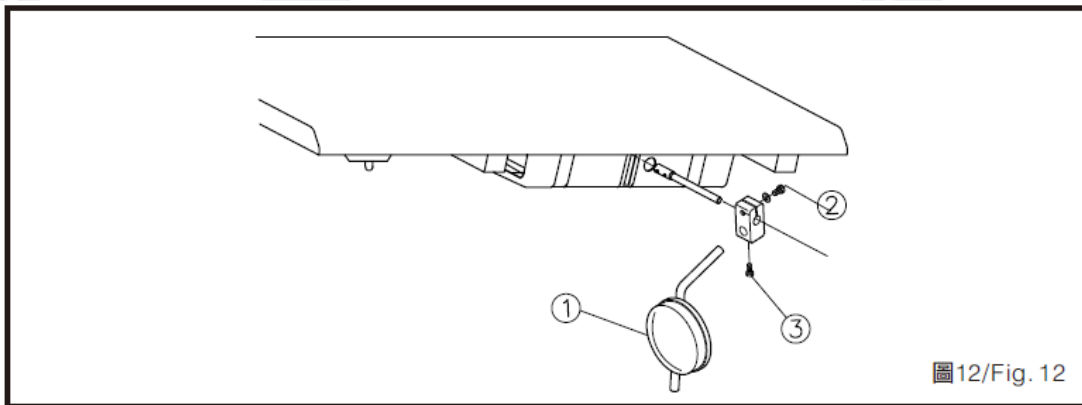

Fig. 12/12
c) Instale o calcador (Fig.12)
- (1) Conjunto e consertar a fechadura com chave de joelho ① e joelheira ② pelo vinculador ③.
- (2) A manga de joelho passa através do óleo placa e no eixo do calcador.
- (3) Gire a manga do joelho para fazer o slot combinar o pino do calcador.
- (4) Ajuste o parafuso e fazer a altura e o ângulo das joelheiras na parte frontal direita 5 centímetros do operador.